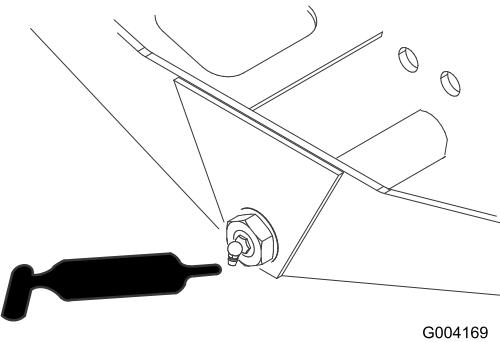

Figura 34
- Articulação do direção do eixo (1 cada)—Figura 34